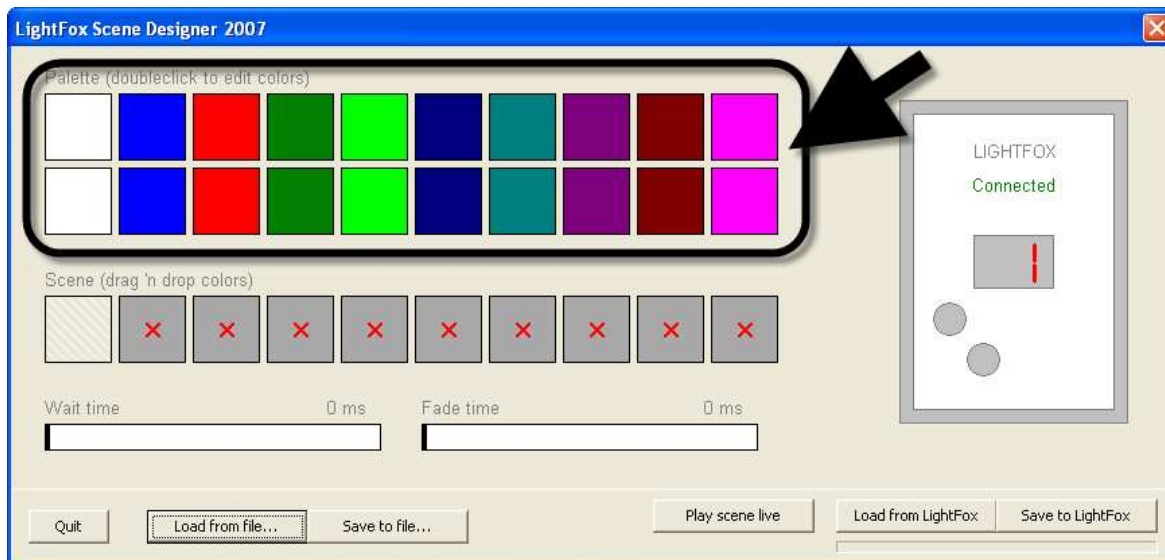

Figura 7: Paleta del Design Fox
La ejecución de la aplicación Design Fox abrirá una ventana como la que aparece en la Figura 7 de la página 14. Si el controlador Light Fox está conectado correctamente al PC, el icono del Light Fox situado a la derecha de la pantalla mostrará la palabra “**Connected**” en verde. Si no mostrará “**Disconnected**” en rojo.
1. Observar la Figura 7. Hacer doble clic sobre uno de los cuadros con 20 colores (marcado con una flecha).